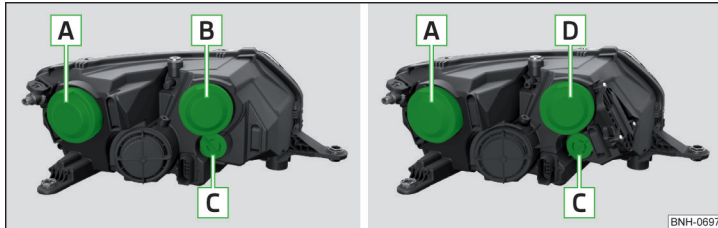

Abb. 264 Linker Frontscheinwerfer: Halogen-Scheinwerfer / Halogen-Scheinwerfer mit LED-Tagfahrlicht
Glühlampenordnung » Abb. 264
- › Die Schutzkappe **B** » Abb. 264 auf Seite 236 abnehmen.
- › Die Schutzkappe **B** » Abb. 264 auf Seite 236 einsetzen.
- › Die Schutzkappe **A** » Abb. 264 auf Seite 236 abnehmen.
- › Die Schutzkappe **A** » Abb. 264 auf Seite 236 einsetzen.
- › Die Schutzkappe **D** » Abb. 264 auf Seite 236 abnehmen.
- › Die Schutzkappe **D** » Abb. 264 auf Seite 236 einsetzen.